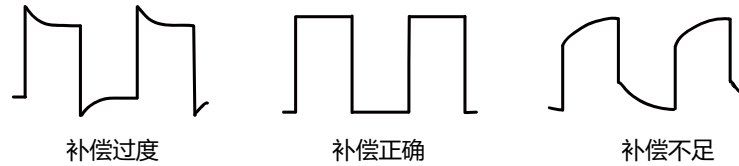

图 4.8 探头补偿
2. 检查所显示的波形形状并与图 4.8 所得波形进行对比。